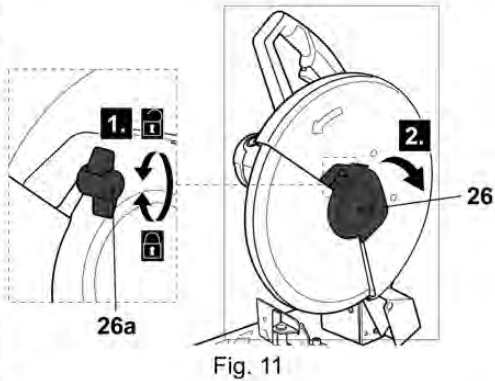

Fig. 11
- > Gire el tornillo mariposa (26a) en sentido antihorario para desbloquearlo pero no lo retire. Después, gire la cubierta (26) para dejar expuesto el sistema de bloqueo (Fig. 11).
- > Inserte la llave hexagonal (29) en el perno de bloqueo (25).
- > Gire el montaje de la muera con la llave hexagonal (29) hasta que el pasador del botón de bloqueo del husillo (7) se pueda presionar hacia dentro de uno de los orificios de la brida de apoyo (21), a través del agujero de la protección inferior (6). Asegúrese de que queda correctamente acoplado en posición, bloqueando el husillo (20).